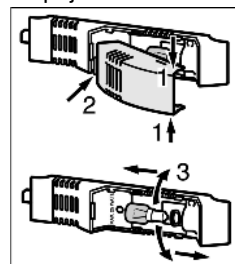

Fig. 13
- ▶ Kryt světla uchopte nahoře a dole Fig. 13 (1).
- ▶ Kryt světla vzadu uvolněte ze západek a vysaďte Fig. 13 (2).
- ▶ Vyměňte žárovku Fig. 13 (3).